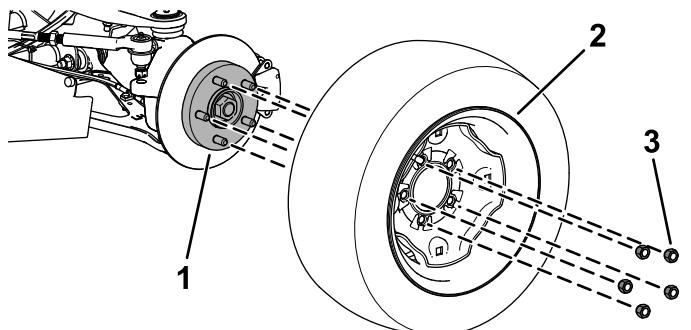

図 2
2. ホイールをハブに固定しているラグナット3個を外す(図2)。
- 先ほど外したラグナットを使用して、ハブにタイヤを取り付ける図2。